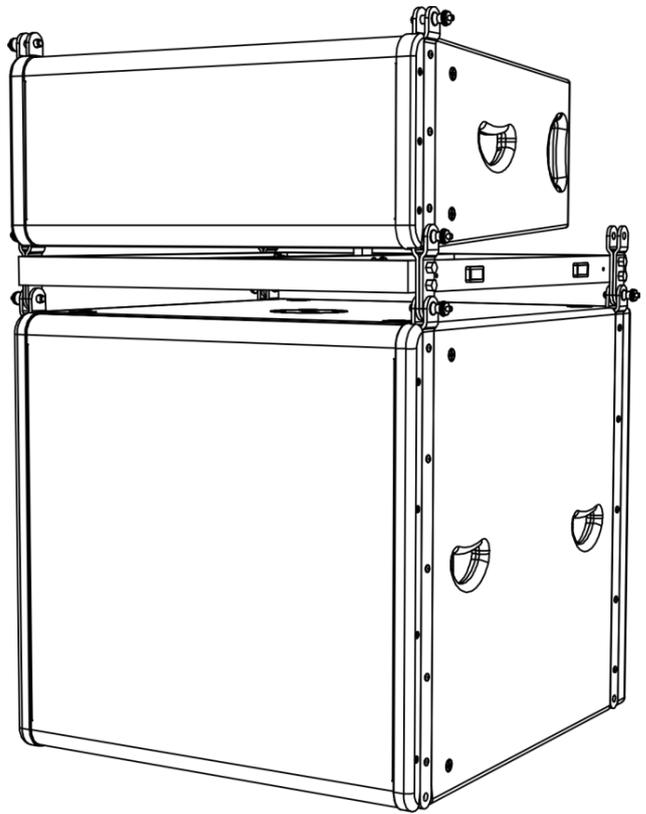

Fig. 03
- 02) Ahora ya puede montar otro altavoz Odin en la parte superior de la estructura de suspensión mediante los pernos de rigging de dedicación exclusiva (Fig. 03).